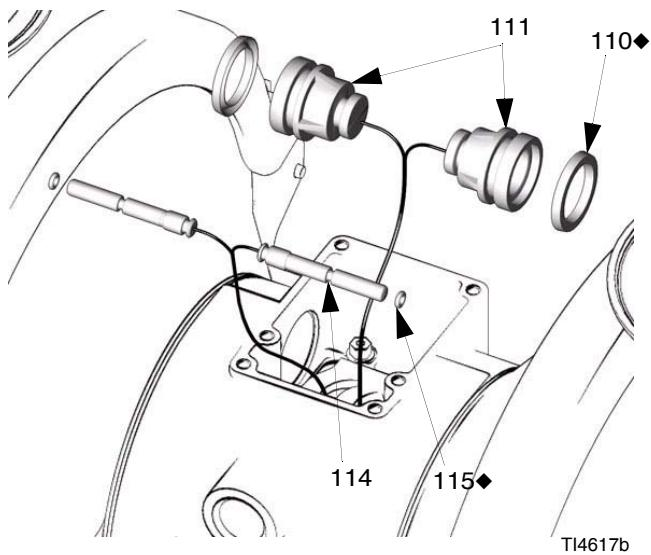

Рис. 10
- Установите уплотнительное кольцо (115) на каждый направляющий стержень (114). Нанесите смазку на стержни и уплотнительные кольца. Вставьте направляющие стержни в подшипники **узкими** концами вперед. См. Рис. 10.
- Установите П-образные кольца (110) на каждый приводной поршень (111) так, чтобы кромки колец были обращены к **узким** концам поршней. См. Рис. 10.
- Нанесите смазку на П-образные кольца (110) и приводные поршни (111). Вставьте приводные поршни в подшипники **широкими** концами вперед. Оставьте узкие концы поршней снаружи. См. Рис. 10.